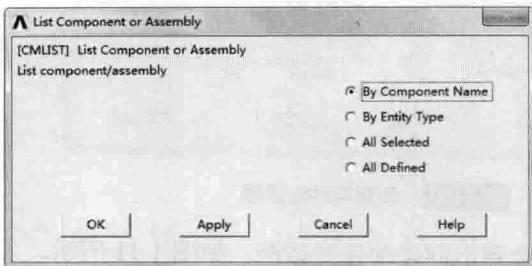

图 1-14 部件或构件列出设置
- List Comp/Assembly——列出部件或构件。单击之后会弹出如图 1-14 所示对话框。